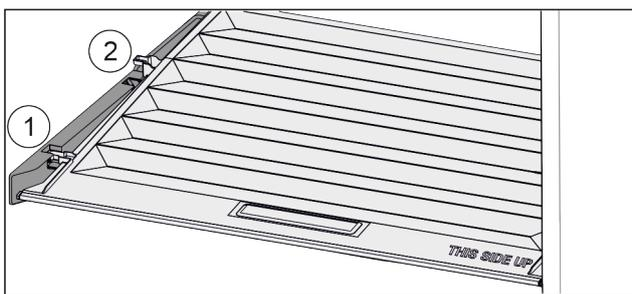

Fig. 67
- ▶ Deslice la tapa hacia delante hasta la abertura de las piezas de sujeción *Fig. 67 (1)*.
- ▶ Levántela por detrás desde abajo y retírela tirando hacia arriba *Fig. 67 (2)*.